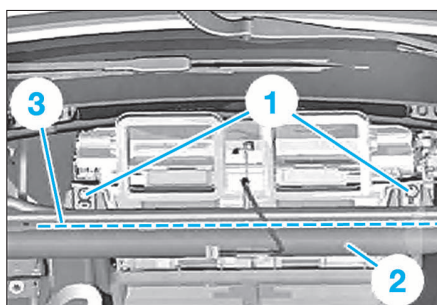

FIG. 12
- Détacher le faisceau de câbles (3) de la traverse (2) (Fig.12).